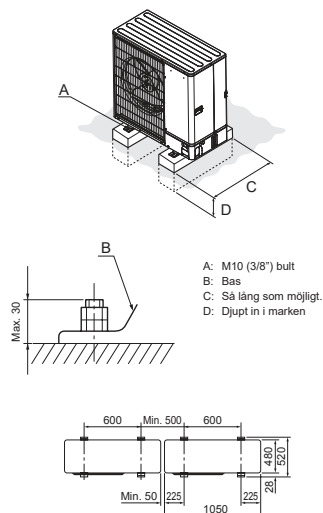

Fig. 4-1
- Montera enheten på en stabil konstruktion för att förhindra höga driftljud eller vibrationer. (Fig. 4-1)